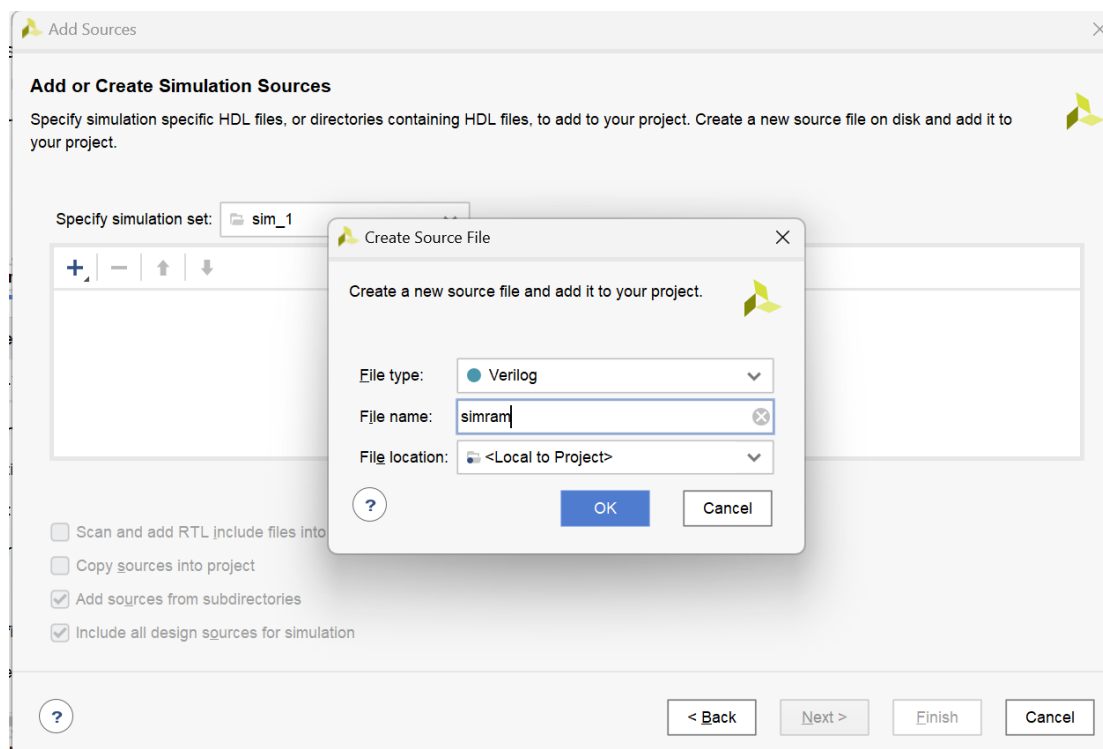

图 4.4.18 建立 simram 仿真文件
(3) 建立 simram 仿真文件 (图 4.4.18)。